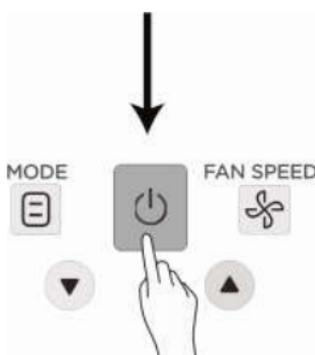

Abb. 4.5
- ② Stellen Sie durch Drücken von  /  den Parameterwert ein.
- ③ Drücken Sie , sobald die Einstellung fertig ist, oder warten Sie 5 Sekunden, um die Parametereinstellung zu speichern. Die Tastenfolge ist in Abb. 4.5 dargestellt.